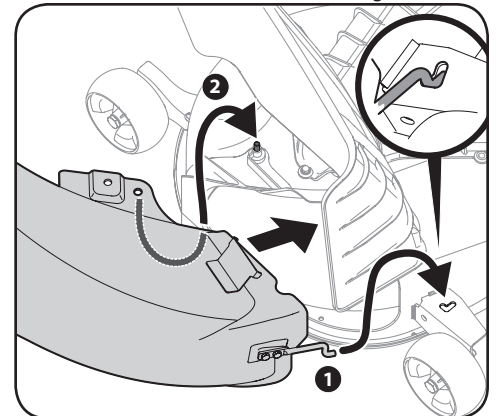

Figura 4-19
- Inserte el extremo del codo del canal de descarga (1) en el orificio suministrado en el montaje de rueda de la plataforma tal como se muestra en el recuadro de la Figura 4-19.
- Gire el canal de descarga hacia atrás hasta que el orificio del codo del canal de descarga se alinee con el pasador del adaptador de plataforma. Mueva el codo de descarga hacia abajo hacia ese pasador como se muestra en 2 de la Figura 4-19.